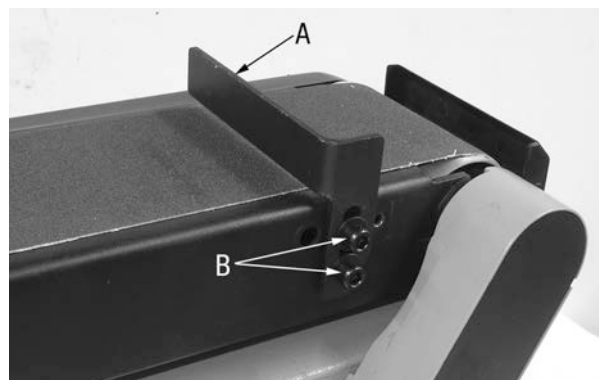

Figure 6
1. Localisez l'arrêt de travail (A) Fig.6 et les deux boulons à tête cylindrique et rondelles (B).
2. Maintenez l'arrêt de travail en position et fixez comme montré à la Fig.6. Ne pas trop serrer.
1. Retirez les boulons à tête cylindrique et rondelles (B) Fig.6 et l'arrêt de travail (A).